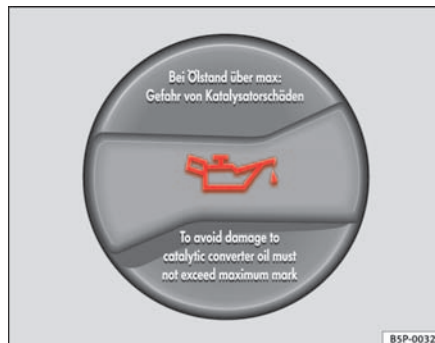

Fig. 155 Tapón de la boca de llenado de aceite del motor en el vano motor
- Desenrosque el tapón de la boca de llenado de aceite del motor ⇒ **página 218, fig. 155.**